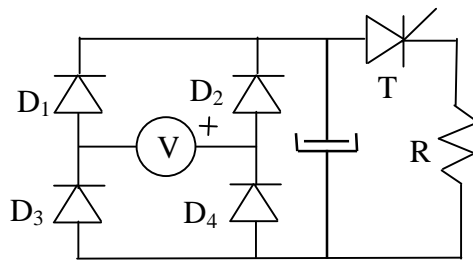

Figure 4
- 3) Est que l'ajout d'un condensateur tel qu'indiqué à la figure 4 modifie le fonctionnement et la plage de réglage de la tension (justifier votre réponse en 3 lignes max).